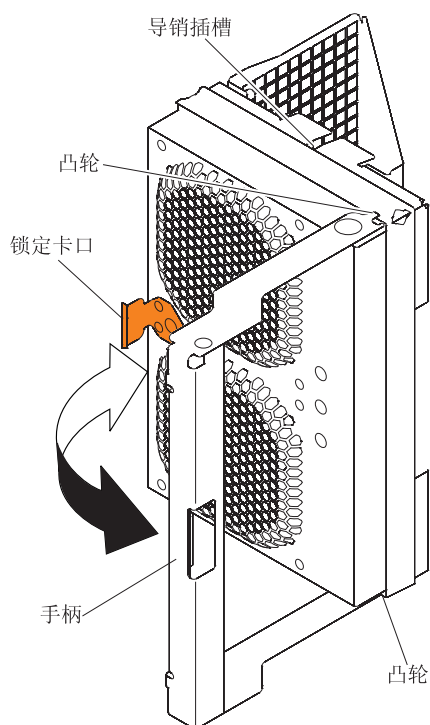

图 90. 卸下风扇组合件
- a. 在存储扩展机柜的后部，按压用于将风扇组合件手柄固定到位的锁定卡口，以卸下风扇组合件（请参阅图 90）；然后，朝着您的方向拉动风扇组合件。